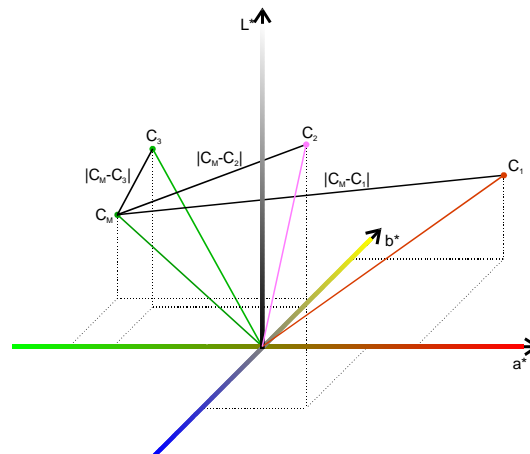
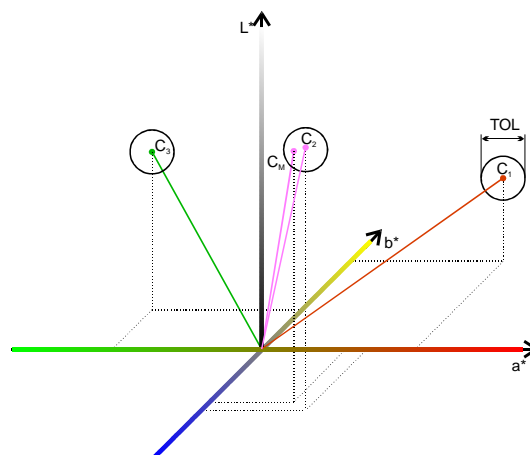

Abbildung 4 : Diagramm zur Erläuterung des Erkennungsmodus "Min. Abstand"
Abbildung 5 : Diagramm zur Erläuterung des Erkennungsmodus "Prüfen Kugeltol."
**Siehe auch Hinweise: Abbildung 4, Abbildung 5, Abbildung 6, Tabelle 1, Tabelle 2**
Min. Abstand	Der aktuelle Farbmesswert wird dem dichtesten Farbwert der Farbtabelle zugeordnet. Ist nur ein Tabelleneintrag vorhanden, wird jeder Farbmesswert diesem Tabelleneintrag zugeordnet. Abbildung 4 zeigt beispielhaft die Zuordnung des aktuellen Farbmesswertes $C_M$ zum Farbwert $C_3$ . Die Zuordnung erfolgt aufgrund des geringsten Abstands $ C_M - C_3 $ .
Prüfen Kugeltol.	Der aktuelle Farbmesswert wird auf Einhaltung einer (kugelförmigen) Farbtoleranz überprüft. Wird der Toleranzwert eingehalten, gilt die Prüfung als bestanden (Farbe erkannt). Wird die Toleranzvorgabe überschritten, so gilt die Farbprüfung als nicht bestanden (Farbe nicht erkannt). Abbildung 5 zeigt im Diagramm beispielhaft den Prüfvorgang. Der aktuelle Farbmesswert $C_M$ liegt innerhalb der Toleranzkugel um den Farbwert $C_3$ .